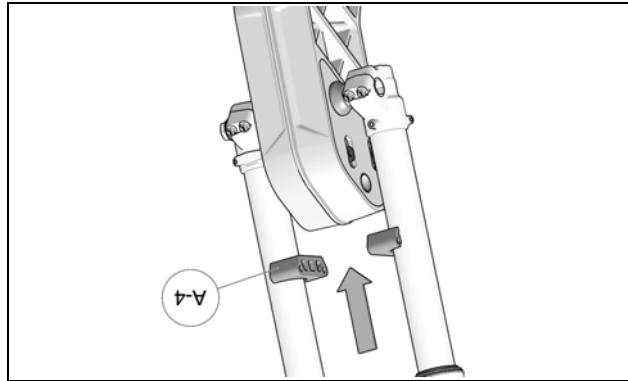

Figure 19
- Positionner les brides de fixation interne (A-4) à la fourche de la moto. La partie alésée de la bride interne doit être positionnée vers le haut. Voir la Figure 19.